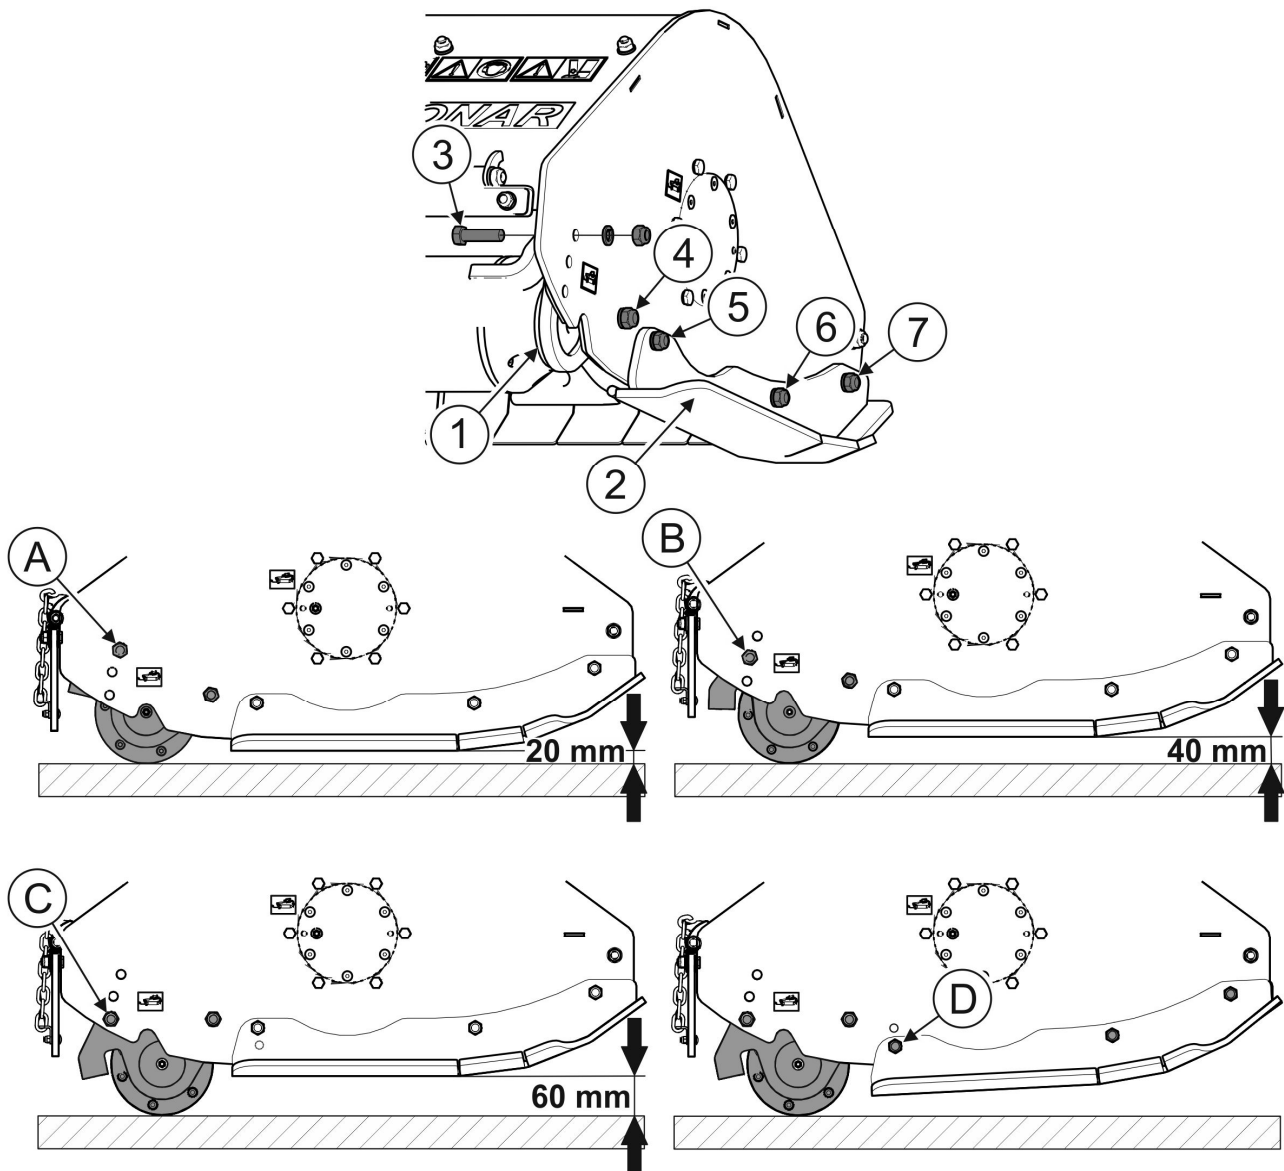

РИСУНОК 4.8 Регулировка высоты кошения.
(1)- копирующий вал; (2)- скользящий; (3)- установочный болт копирующего вала; (4)- гайка; (5)- установочный болт скользящего; (6)- гайка; (7)- гайка; (A)- положение болта, устанавливающего высоту кошения на 20 мм; (B)- положение болта, устанавливающего высоту кошения на 40 мм; (C)- положение болта, устанавливающего высоту кошения на 60 мм; (D)- положение болта, устанавливающего наклон скользящего.
Отрегулировать длину верхнего сцепного устройства трехточечной системы навески таким образом, чтобы скользящие косилки находились в положении параллельном основанию. Изменение высоты кошения достигается путем изменения положения копирующего вала (1) по отношению к корпусу косилки. С этой целью необходимо (РИСУНОК 4.8):
- ослабить гайки (4) на болтах с двух сторон копирующего вала (1), на которых будем вращать копирующий вал;
- отвинтить гайки (8) и вынуть установочные болты (3) с обеих сторон копирующего вала;
- вставить установочные болты (3) в соответствующие отверстия и завинтить гайки;
- затянуть гайки (4) болта, на котором вращался вал, с обеих сторон вала.
- ослабить гайки (6) и (7) на болтах крепления скользуна;
- отвинтить гайку и вынуть установочный болт (5) скользуна;
- повернуть скользун таким образом, чтобы отверстие в скользуне совпало с нижним отверстием сбоку корпуса косилки (D) (РИСУНОК 4.8);
- вставить установочный болт (5) в совпавшие отверстия и завинтить гайку;
- затянуть гайки (6) и (7) на болтах крепления скользуна;
- вынуть чеку (2), опустить опору (1) и снова заблокировать ее чекой (2);
- отсоединить от трактора штекеры (3) гидравлических проводов, надеть на них колпачки и поместить на специальные подвески на раме косилки,
- отсоединить телескопический карданный вал (5) от ВОМ трактора и поместить на подвеску (4),
После отсоединения от трактора необходимо поставить косилку на опору (1) (РИСУНОК 4.8) и опереть на копирующий вал.